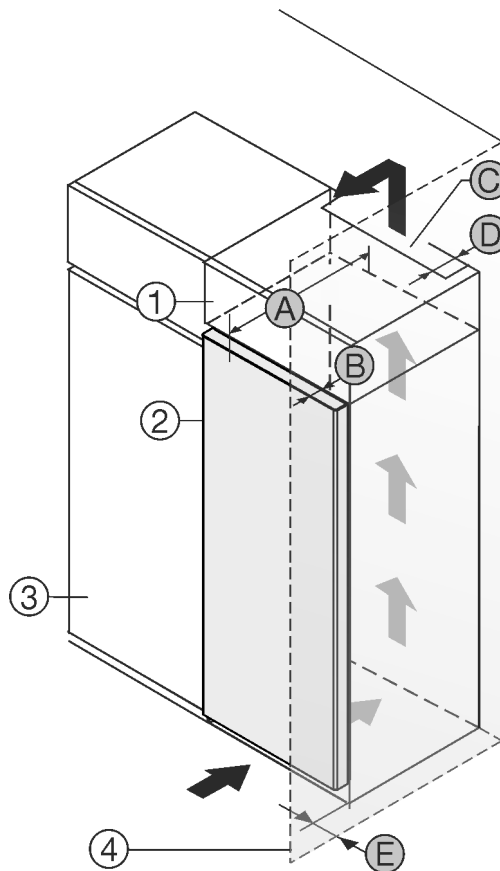

Fig. 1
Вы можете установить устройство непосредственно рядом с кухонным шкафом Fig. 1 (3)*
На задней стенке дополнительного шкафчика должен быть вентиляционный канал с глубиной Fig. 1 (D) по всей ширине этого шкафа.*
Нужно соблюдать вентиляционное отверстие Fig. 1 (C) под нижней панелью.*
Если устройство устанавливается на шарнирах у стены Fig. 1 (4), то расстояние между устройством и стеной должно быть не менее 13 мм.*
Если устройство устанавливается на шарнирах у стены Fig. 1 (4), то расстояние между устройством и стеной должно быть не менее 20 мм.*
Чтобы можно было полностью открыть дверь, устройство должно выступать на глубину двери Fig. 1 (B) относительно передней стенки кухонного шкафа. В зависимости от глубины кухонных шкафов Fig. 1 (3) и использования пристенных распорок устройство может выступать и больше.*